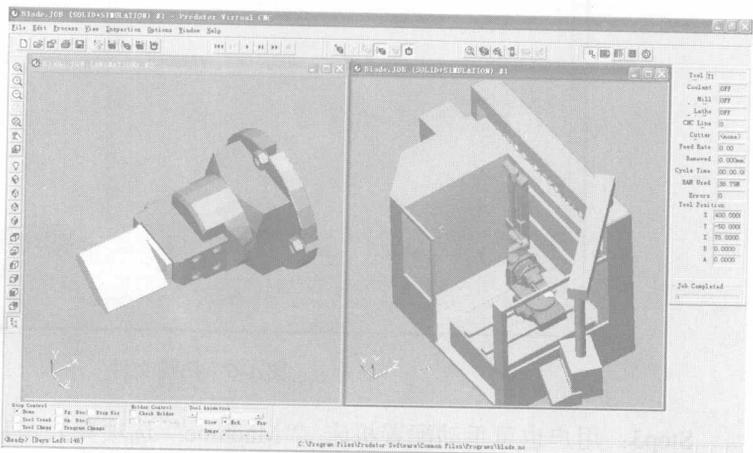

图 1-10 仿真界面
Step5: 进入仿真界面并仿真, 见图 1-10。左图为实体仿真, 右图为带机床实体仿真。